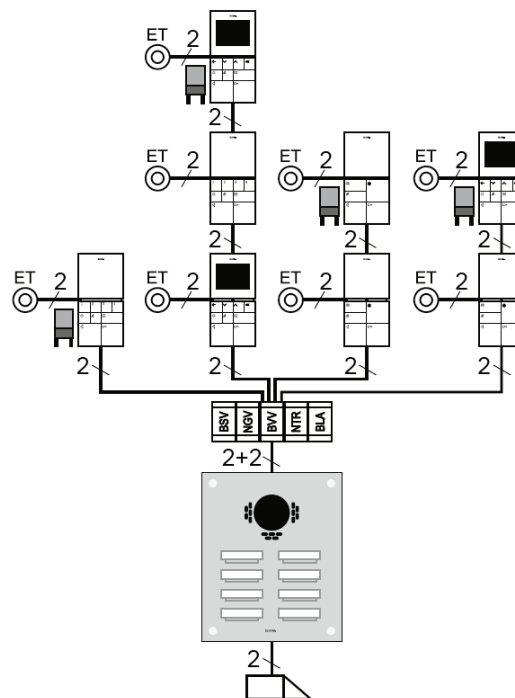
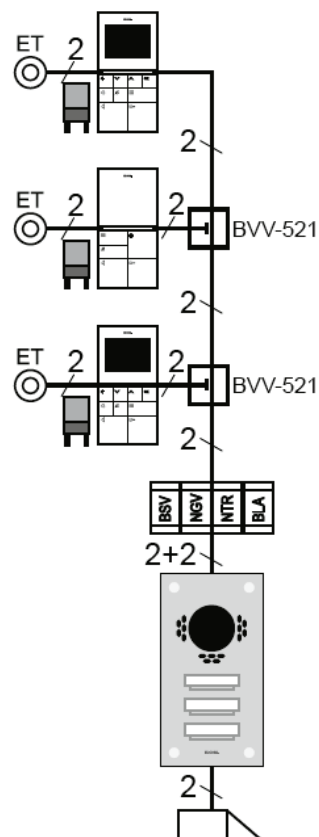

Bild 6: Stern- und Baumstruktur
Bild 7: Stichstruktur mit Videoverteilern
- 1 Bei Stern-, Baumstruktur (Bild 6) oder Stichstrukturen (Bild 7) müssen Videoverteiler verwendet werden.